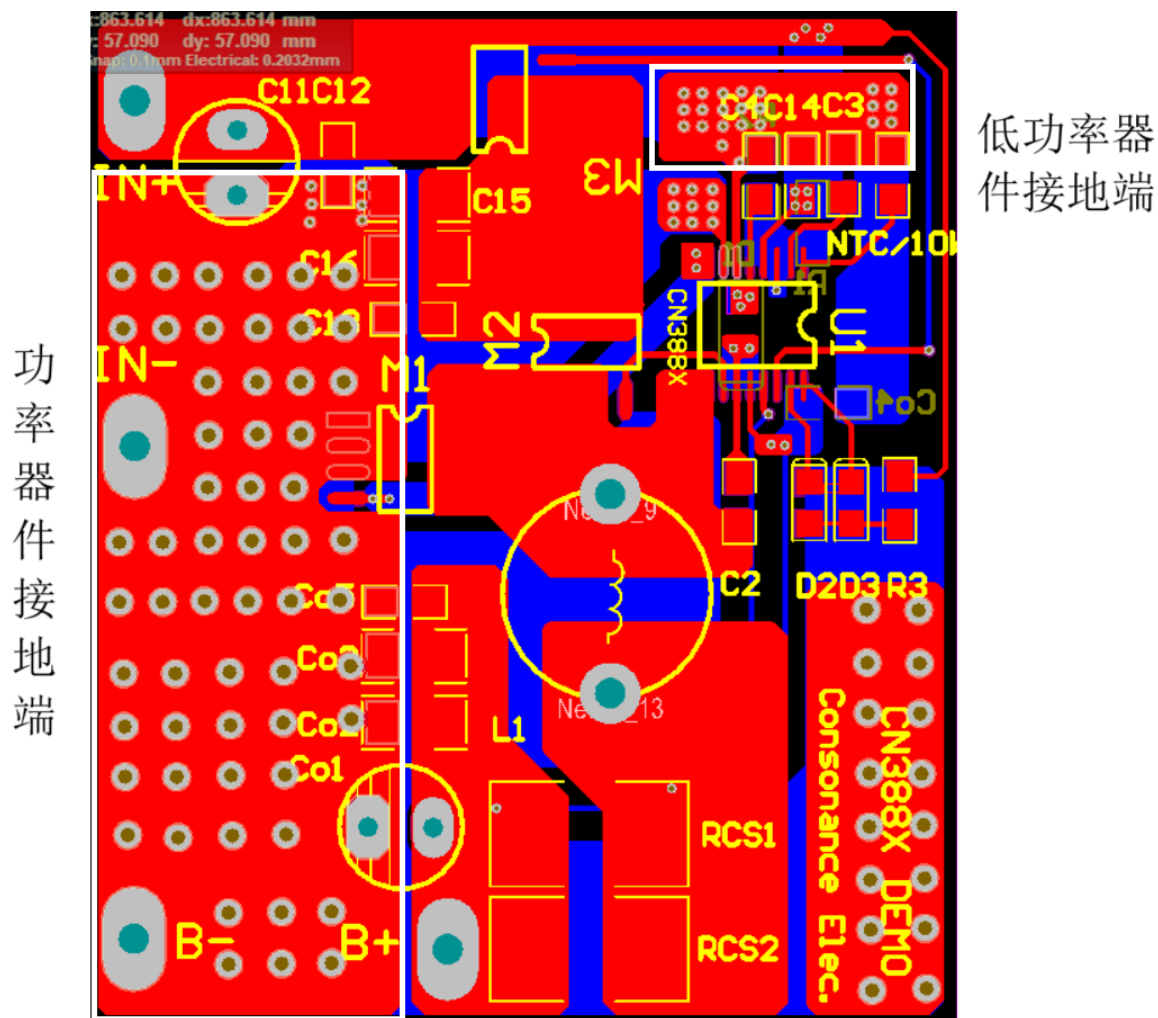

图3 功率器件地线和低功率器件地线单独走线
2. 功率器件接地端与低功率器件接地端要单独走线到系统输入电容接地端。如图3所示。